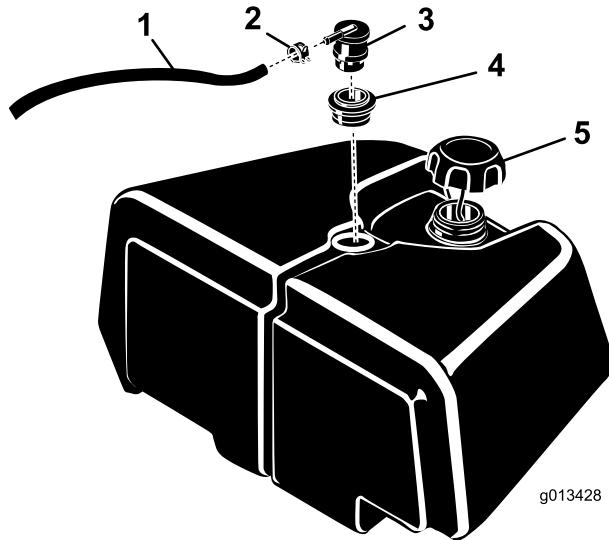

Figura 1
3. Pulite la superficie attorno alla valvola antiribaltamento del serbatoio di carburante, per evitare che corpi estranei cadano nel serbatoio di carburante quando togliete la valvola e il gommino (Figura 1).
4. Allentare la fascetta stringitubo che fissa il flessibile alla valvola antiribaltamento e scollegare il flessibile dalla valvola (Figura 1).
5. Togliete la valvola antiribaltamento e il gommino dal serbatoio carburante (Figura 1).